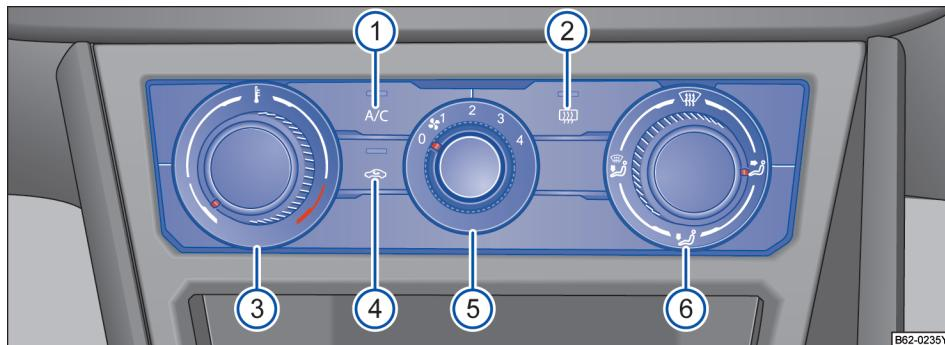

图 82 中控台上：电子手动空调的操作元件
- 按压按钮 → 图 82 ④，即可打开或关闭空气内循环模式。如果此按钮中的指示灯亮起，说明其处于打开状态。